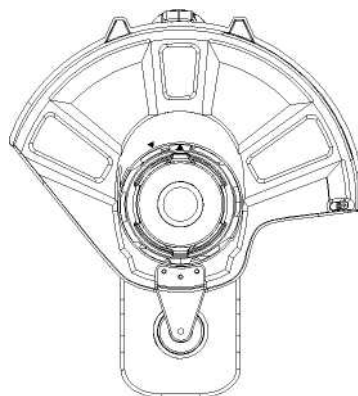

Fig. 6
2. Positionnez le bouclier dans le sens indiqué, jusqu'à ce qu'il tienne fermement en place (Fig. 6). Veillez à ce que le bouclier soit installé sur l'unité comme cela est indiqué dans la rubrique